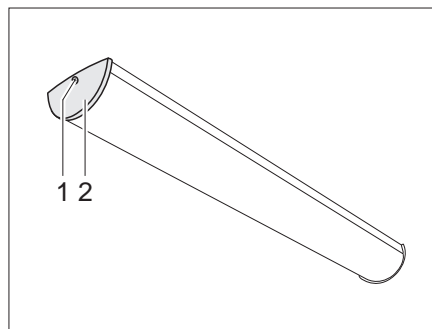

Bild 278 Wohnraumleuchte
- Schraube (Bild 278,1) herausdrehen und Abdeckung (Bild 278,2) abnehmen.